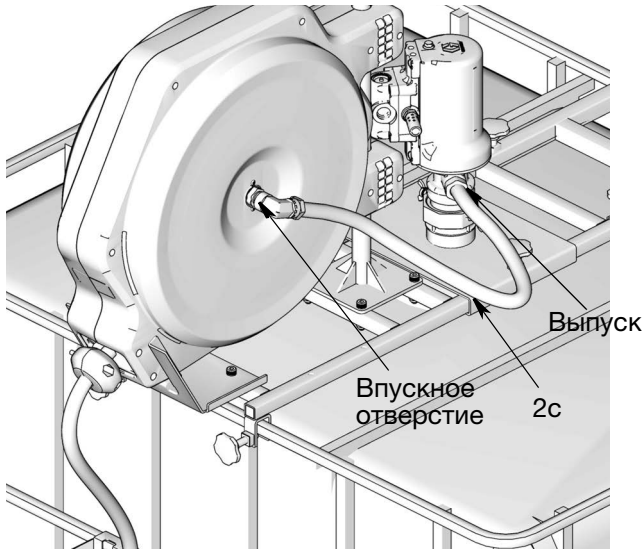

Рис. 19
5. Подсоедините гибкий шланг для подачи материала (2c) к выпускному отверстию насоса и впускному отверстию катушки (Рис. 19).